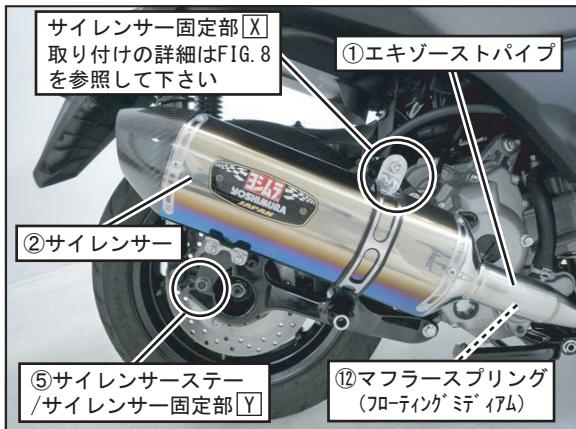

FIG. 6
5. ②サイレンサーを①エキゾーストパイプに取り付け、⑤サイレンサーステーを純正ボルトを使用してサイレンサー固定部[X]に仮締めして下さい。
次に、⑫マフラースプリング（フローティングミディアム）をスプリング取付工具を使用して取り付けて下さい。（FIG. 6, 7 参照）
(FIG. 6, 8 参照)